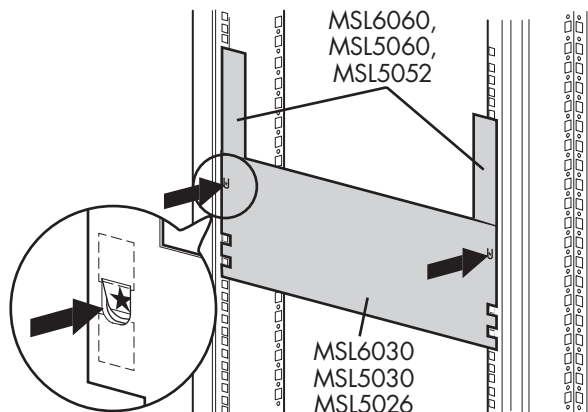

Figure 12 : Gabarit de la librairie (rack 9000 illustré)
2. Retirez le gabarit, puis fixez les rails à l'aide des attaches fournies (voir la Figure 12). Les supports avant des rails sont préfiletés de façon à accueillir directement les vis. Les supports arrière, en revanche, ne sont pas filetés et nécessitent l'installation d'écrous cage/agrafes dans les montants arrière du rack.